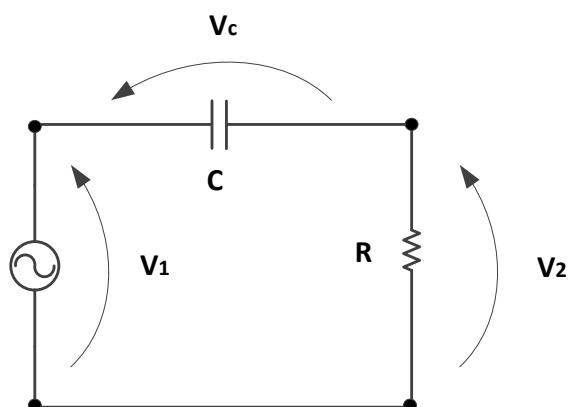

Figura 3 - Circuito para medição de defasagem entre os sinais.
- Monte o circuito conforme mostrado na Figura 3 com $R = 1 \text{ k}\Omega$ e o capacitor $C = 100 \text{ nF}$.